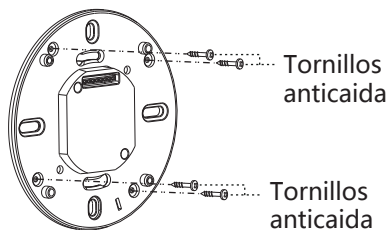

FIG.18
- Coloque cuatro tornillos anticaída en los orificios correspondientes de la placa del detector (Ver FIG.18).